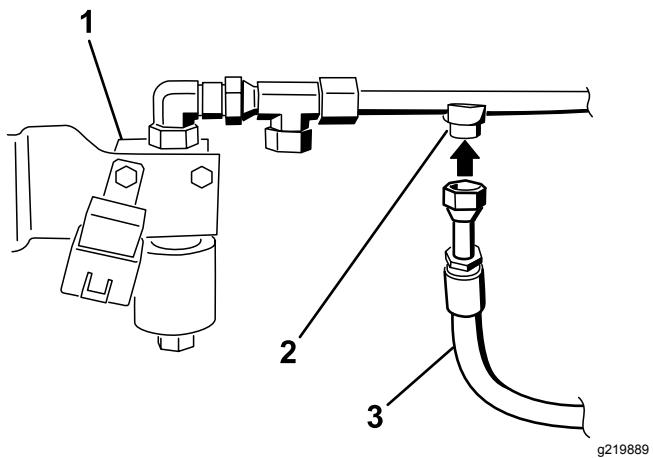

図 29
8. 図29に示すように、フィッティング付きの油圧ホースを油圧ライン2番のフィッティングに取り付ける。